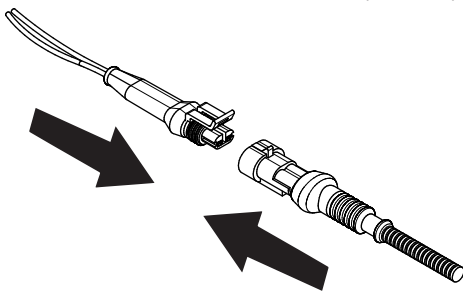

Рис. 17. Подключение фары
- Соедините разъёмы цепи питания фары (разъём проводов от двигателя и разъём проводов от фары (Рис. 17).